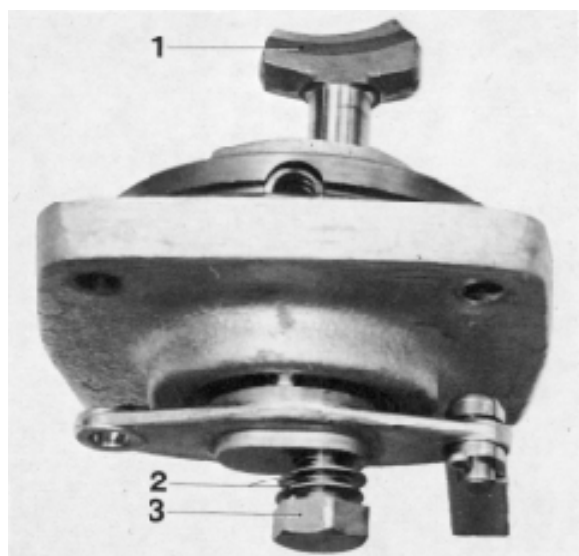

Fig. 3
1. Reposer la bague d'étanchéité (32) dans le couvercle, côté avec ressort tourné vers l'intérieur.
2. Emmancher le piston excentrique (29). Monter la goupille (30) et la verrouiller avec la goupille de serrage (31). Veiller à ce que la goupille de serrage se trouve juste au milieu du piston excentrique.
3. Monter le ressort et le patin (22) ainsi que le joint torique (24). Enduire de Permatex ou d'un produit similaire les surfaces de contact. Bien visser le mécanisme de changement de marche dans le carter de renvoi, de telle manière que la vis (27) du couvercle soit décalée vers le côté tribord, voir fig. 3.
4. Placer le mécanisme de changement de marche entre la position de marche avant et la position neutre ou entre la position de marche arrière et la position neutre et retirer toutes les cales (28) sous la vis (27). Il sera alors impossible de tourner l'arbre. Poser ensuite en place une cale à la fois, jusqu'à ce qu'on arrive à tourner l'arbre sans sentir de résistance. Après l'ajustement, enduire les cales et la vis de produit d'étanchéité avant de terminer le travail de pose.